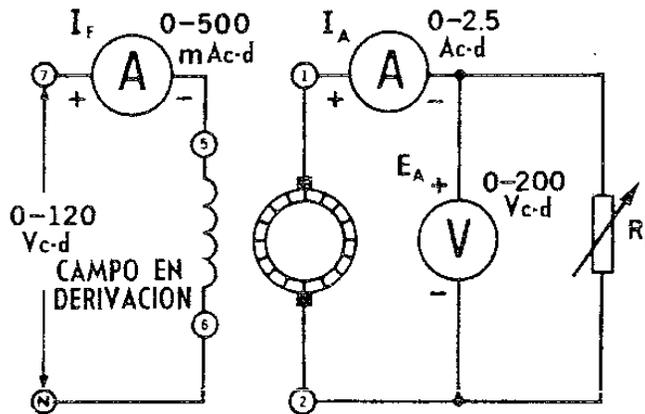

Figura 6-3.
9. Conecte el circuito que se ilustra en la **Figura 6-3**, utilizando el Módulo EMS de resistencia. Coloque los interruptores de resistencia de tal modo que la resistencia total de carga sea 120 ohms.